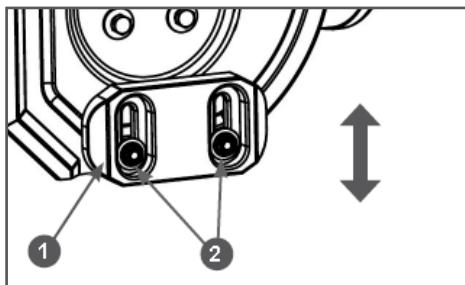

Рис. 11 Регулировка высоты захвата снега
2. Открутите гайки 2 крепления полозка 1 на 1-2 оборота и установите полозки на необходимую высоту (Рис. 11). Снова затяните гайки.